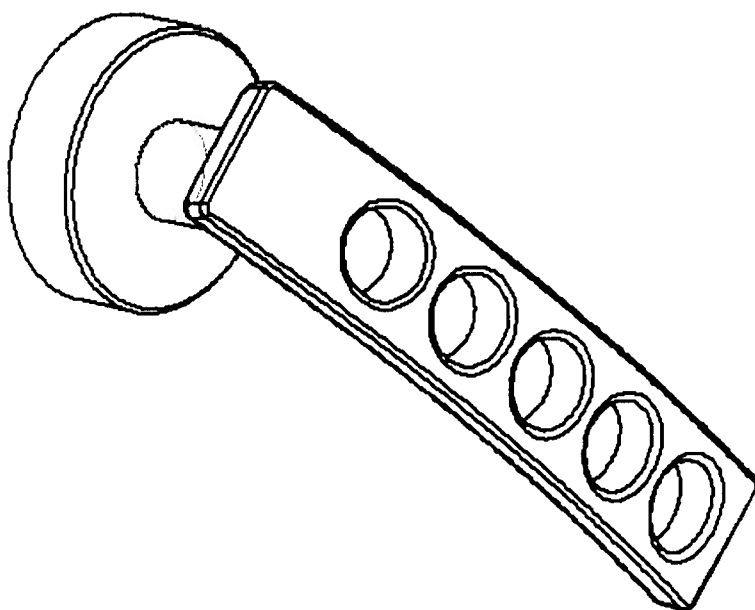
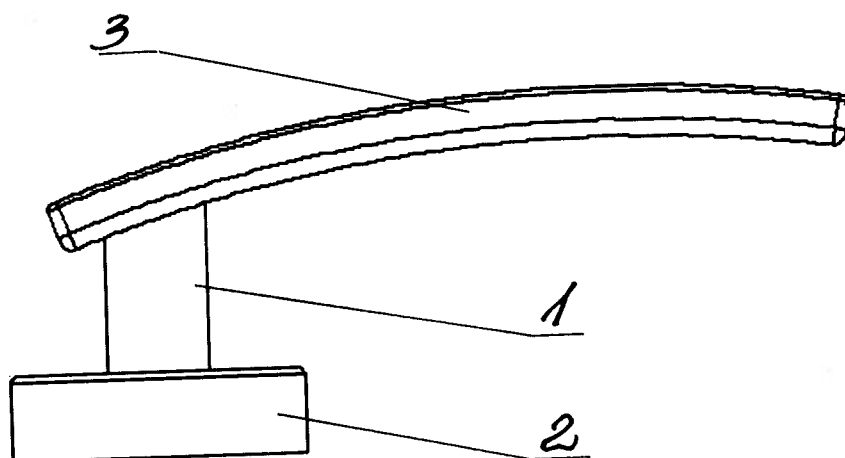

Fig. 1
Fig. 2
Przedmiot wzoru przemysłowego jest uwidoczniony na rysunku na którym fig. 1 jest widokiem a fig. 2 jest rzutem pionowym.
Klamka wyposażona w część chwytową połączoną z trzonem, którego drugi koniec jest osłonięty pokrywą znamionowa tym, że część chwytowa (3) ma postać odcinka pierścienia uformowanego z płaskownika i połączonego w pobliżu jednego z końców z trzonem (1) przy czym jest ona wyposażona w kilka umieszczonych w rzędzie przelotowych otworów, korzystnie kołowych, jak przedstawiono na rysunku: fig. 1 i fig. 2.